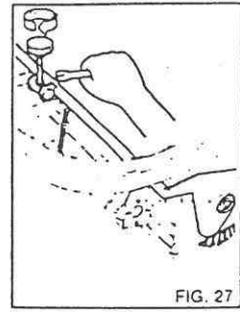

FIG. 27
- 3) Die Kontermutter mit einem Maulschlüssel lösen (Fig 27). Den Einstellknopf im Uhrzeigersinn drehen, bis die Bürste gleichmäßigen Bodenkontakt hat.